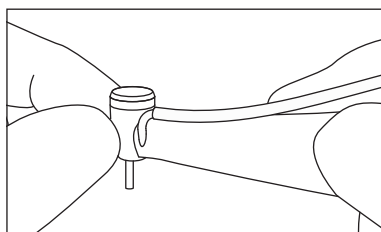

Fig. 10
- 5) Depois de a rotação ter parado completamente, toque na cabeça do instrumento para confirmar que NÃO está demasiado quente (Fig. 10).